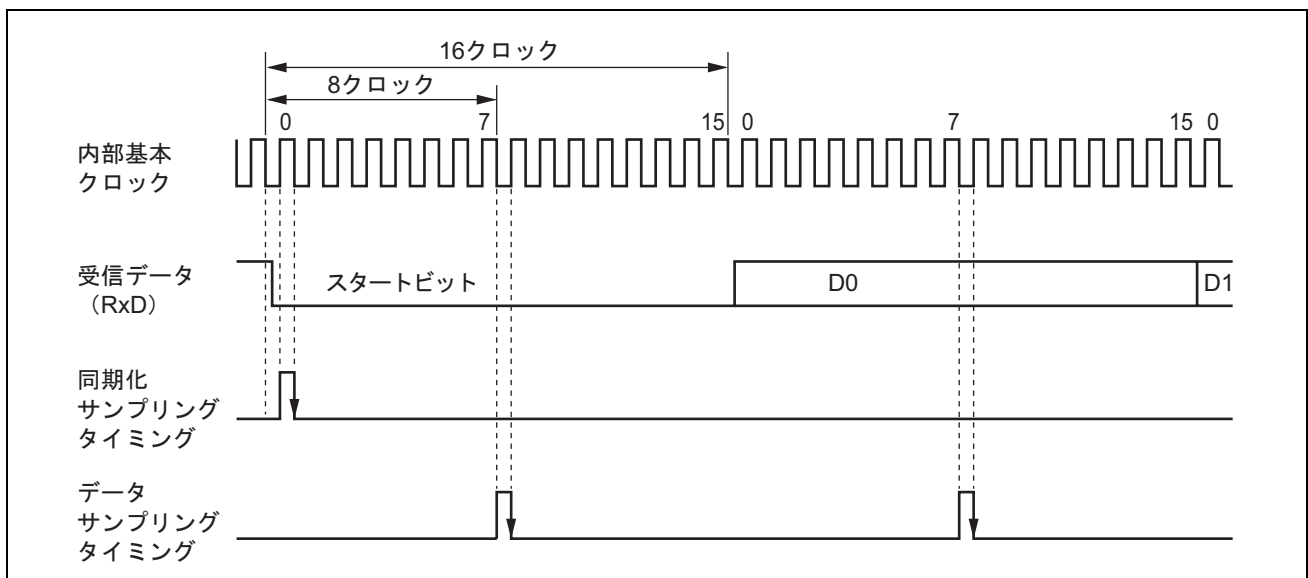

図 18.6 調歩同期式モードの受信データサンプリングタイミング
調歩同期式モードでは、SCI はビットレートの 16 倍\*の周波数の基本クロックで動作します。受信時はスタートビットの立ち下がり基本クロックでサンプリングして内部を同期化します。また、**図 18.6** に示すように受信データを基本クロックの 8 目\*の立ち上がりエッジでサンプリングすることで、各ビットの中央でデータを取り込みます。したがって、調歩同期式モードでの受信マージンは式 (1) のように表わすことができます。